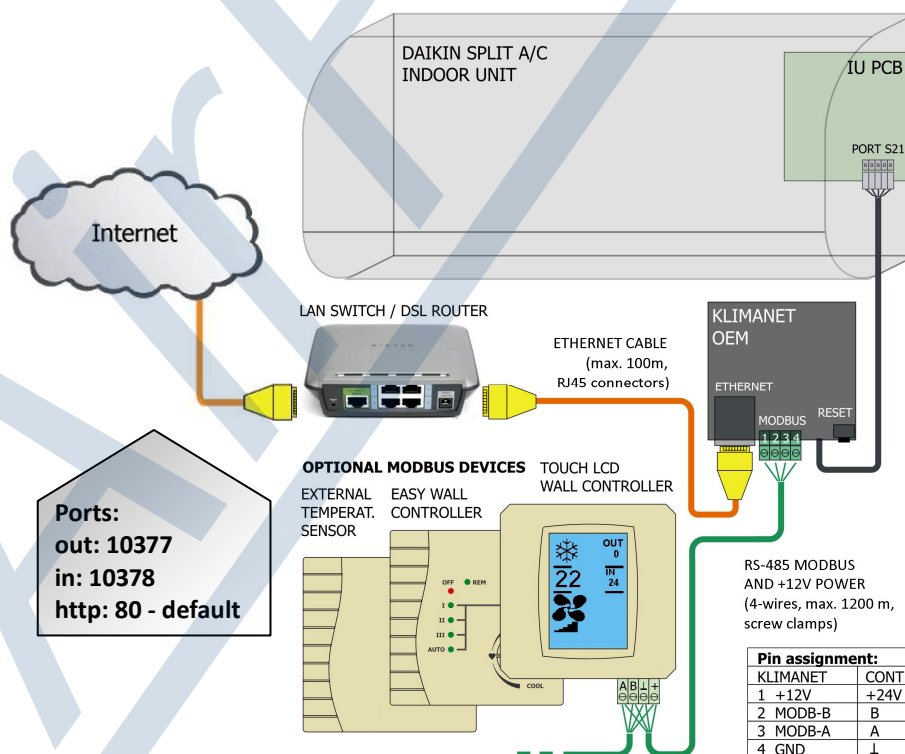

Рисунок 6
1. Проверьте соединения системного кабеля. LAN кабель (Ethernet соединительный кабель) должен быть подключен к розетке адаптера, смотри рисунок 6.